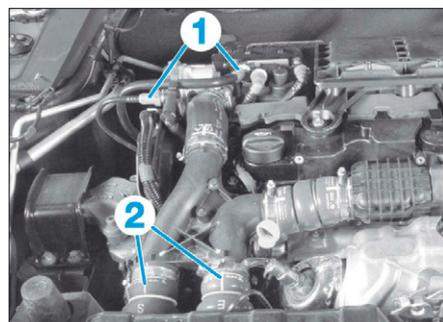

FIG. 96
- Désaccoupler et écarter les tuyaux d'alimentation et de retour carburant (1) (Fig.96).